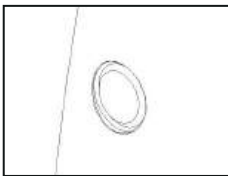

Abbildung 8
- Ziehen Sie die Filterabdeckung heraus (siehe Abbildung 8);